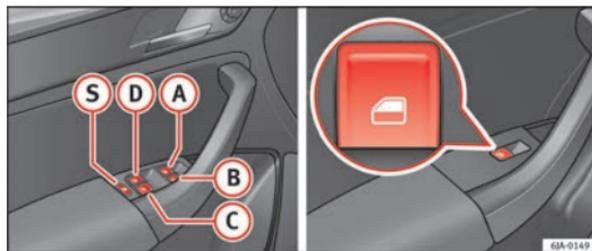

Fig. 53 Mandos en la puerta del conductor / en las puertas traseras
- Al viajar niños en los asientos traseros, se recomienda por razones de seguridad utilizar la tecla de seguridad **S** ⇒ fig. 53, que deshabilita los mandos de los cristales traseros.
Pulsando la tecla de seguridad **S** ⇒ fig. 53 puede desactivar los mandos en las puertas traseras. Volviendo a presionar la tecla de seguridad **S** se reactivarán los mandos en las puertas traseras.